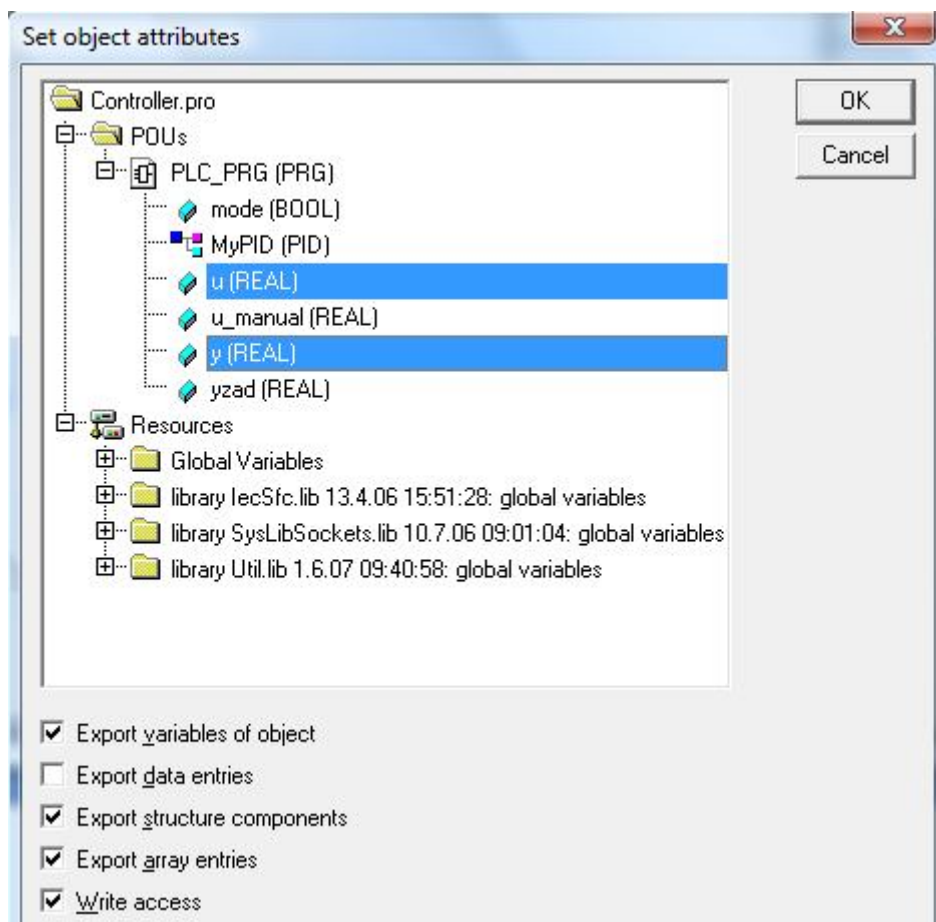

Рис. 48. Выбор переменных для обмена по OPC.
6. Сконфигурировать «символьный файл», выбрав переменные для обмена по OPC (рис. 48). В нашем случае это будут переменные PLC\_PRG.u (управляющий сигнал) и PLC\_PRG.y (регулируемая величина объекта).